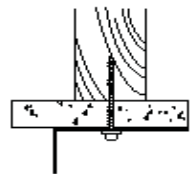

Fig 4
If drill encounters ceiling joist, hold fixture up to outlet box and pull electrical supply wires into fixture through the knockout hole, use wood screw (not supplied) at each end of the fixture body to secure to ceiling joist. **See Fig 4.**
Si al taladrar se encuentra con vigas del techo, detenga la luminaria en la caja de salida y jale los cables de fuente eléctrica a través del agujero knockout, usar tornillo de Madera en cada esquina del cuerpo de la luminaria para asegurar a la viga del techo. **Vea Fig 4.**
Si al taladrar no se encuentra con vigas del techo, agrande el agujero en el techo para acomodar el cerrojo. Sostener la luminaria hacia la caja de salida y jalar los cables de la fuente eléctrica a través del agujero del knockout, insertar y apretar los cerrojos. **Vea Fig 4.**
**Voir fig 4.**